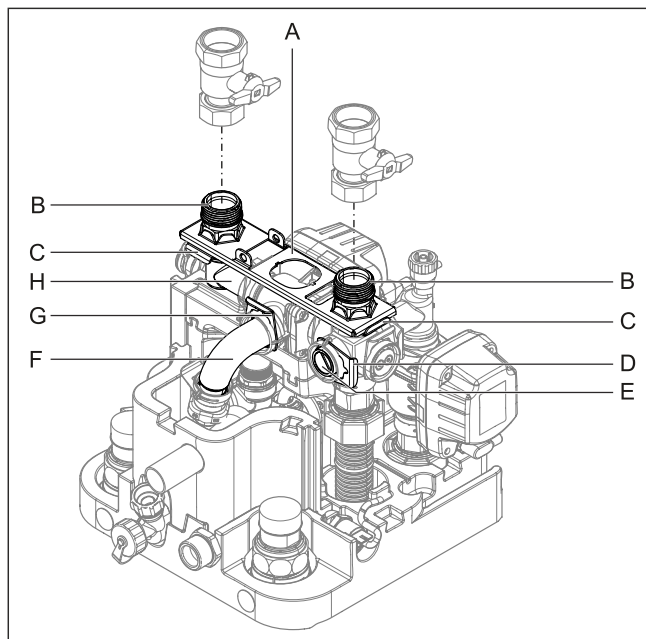
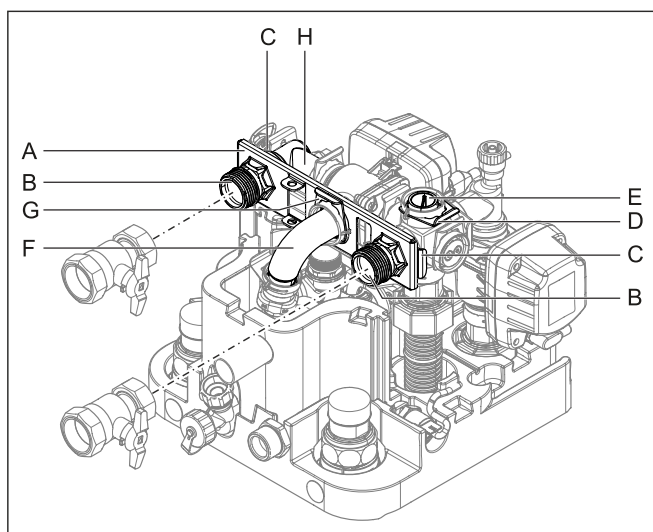

Fig. 4-20 Conexiones de impulsión y retorno de calefacción orientadas hacia arriba
Fig. 4-22 Conexiones de impulsión y retorno de calefacción orientadas hacia atrás
Recomendamos la utilización de los kits de montaje LAS pertinentes (véase Fig. 4-20). Dichos kits cumplen todas las exigencias y, además, están equipados con juntas muy resistentes a los ácidos.
- 2 Retirar los dos pasadores de los acoplamientos de conexión (Fig. 4-20, pos. C).
- 3 Retirar los dos acoplamientos de conexión (Fig. 4-20, pos. B).
- 4 Retirar la chapa de retención (Fig. 4-20, pos. A).
- 5 Retirar el pasador del tapón (Fig. 4-20, pos. D).
- 6 Sacar el tapón (Fig. 4-20, pos. E).
- 7 Girar la pieza en ángulo (Fig. 4-20, pos. H) 90° hacia atrás.
- 8 Retirar el pasador del colector (Fig. 4-20, pos. G).
- 9 Sacar el colector (Fig. 4-20, pos. F) de su alojamiento horizontal tirando hacia atrás con cuidado hasta que pueda moverse en vertical la chapa de retención (Fig. 4-22, pos. A).
- 10 Empujar la chapa de retención entre el colector y su alojamiento horizontal y volver a insertar el colector (Fig. 4-22, pos. F) en su alojamiento a través del orificio central de la chapa de retención.
- 11 Volver a asegurar el colector con el pasador (Fig. 4-22, pos. G) en su alojamiento.
- 12 Insertar ambos acoplamientos de conexión (Fig. 4-22, pos. B) en sus alojamientos laterales con la chapa de retención.
- 13 Asegurar ambos acoplamientos de conexión con pasadores (Fig. 4-22, pos. C) en sus alojamientos.
- 14 Insertar el tapón (Fig. 4-22, pos. E) en el alojamiento superior.
- 15 Asegurar el tapón con el pasador (Fig. 4-22, pos. D).